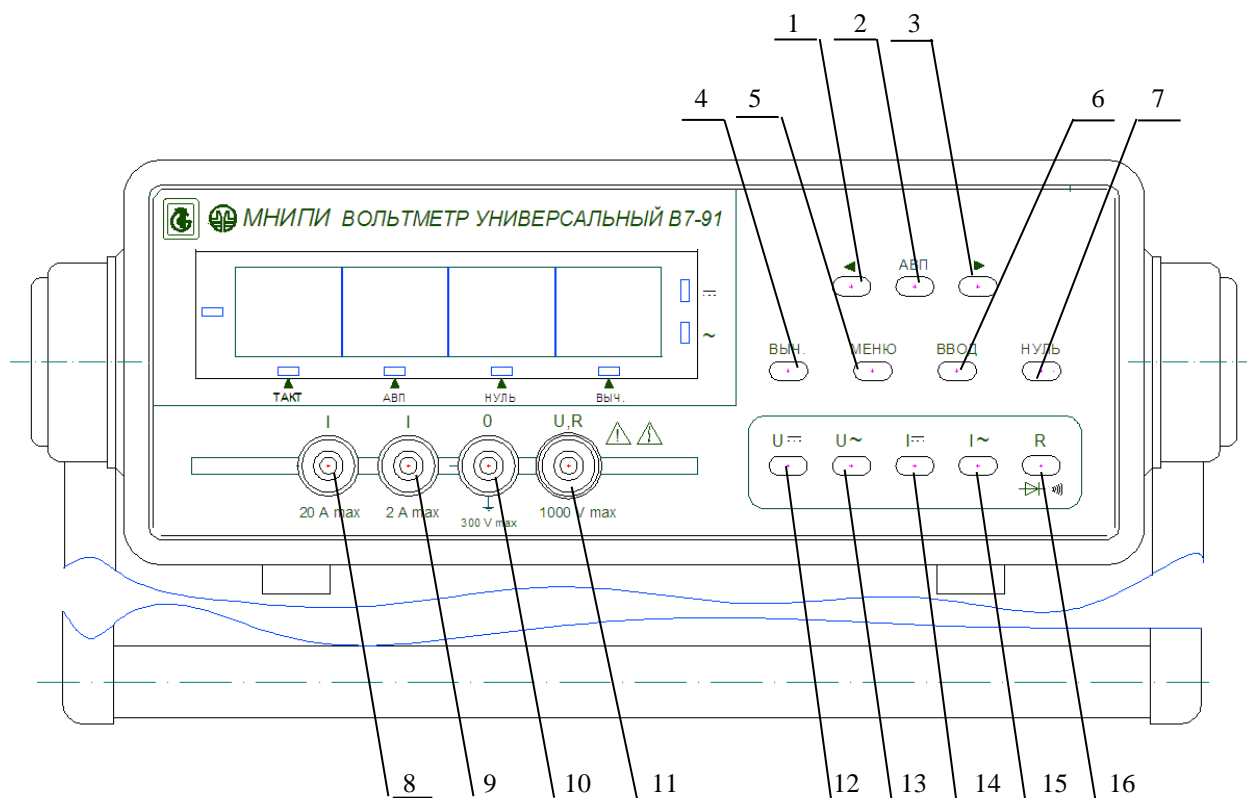
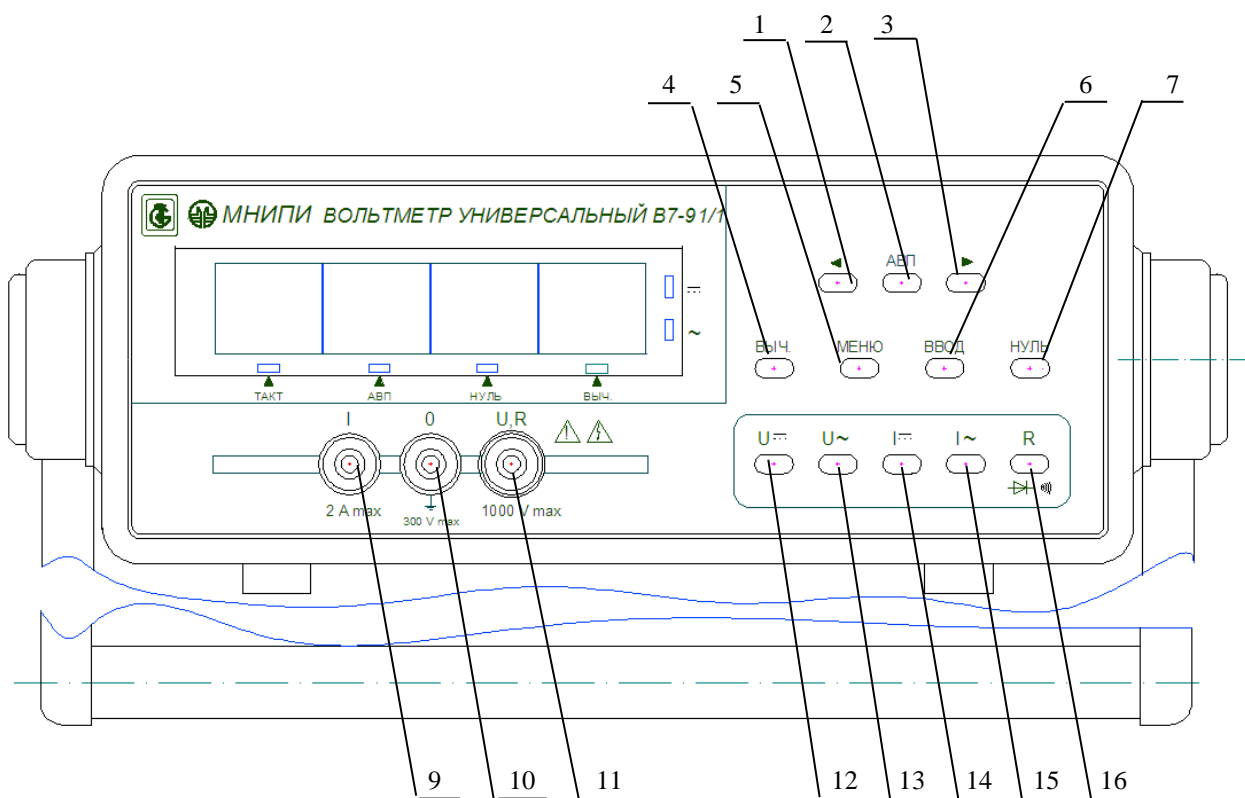

Рисунок 6 - Расположение органов управления, подключения и индикации, находящихся на передней панели вольтметра В7-91.
Рисунок 7 - Расположение органов управления, подключения и индикации, находящихся на передней панели вольтметра В7-91/1.
2.3.1. На передней панели вольтметров В7-91 (рисунок 6) и В7-91/1 (рисунок 7) расположены: